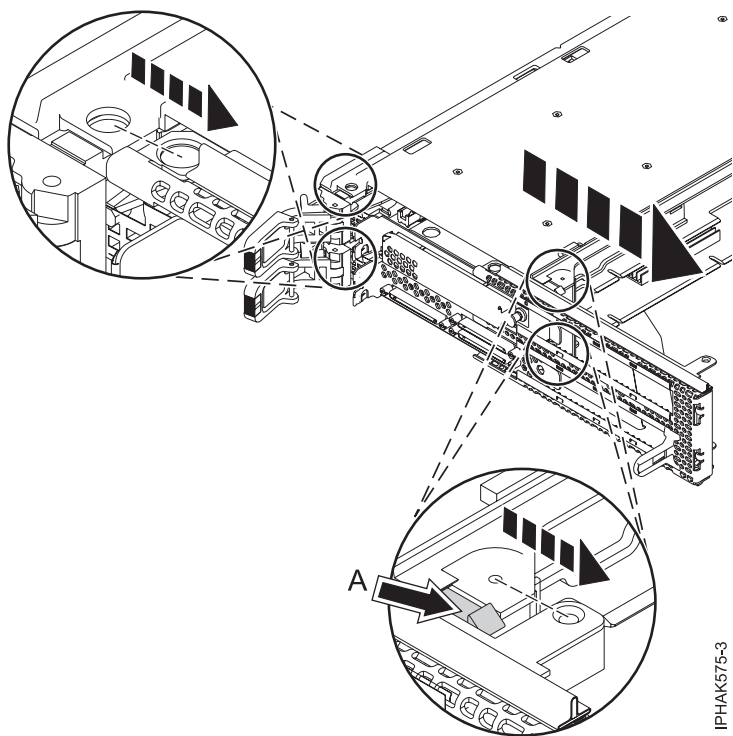

Figura 71. Desenganxar la placa frontal
8. Traieu la placa frontal de la part frontal del conjunt del casset desplaçant-la cap avall. Assegureu-vos que la part superior de la placa frontal es desenganxa de les osques tant de la part frontal com de les parts laterals del conjunt de cassets. Consulteu Figura 71 a la pàgina 84.